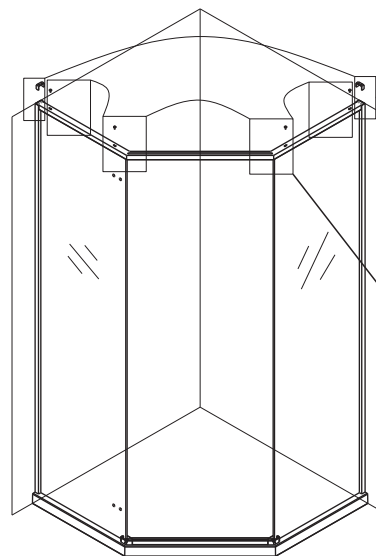

图4
5. 随后将三角固定件放入玻璃槽中, 然后将拉杆卡入玻璃及型材中, 注意拉杆与型材之间要用防脱钢片固定好并锁紧螺丝。再分别用螺丝将拉杆与两块固定玻璃固定。(如图4,4-1,4-2,4-3,4-4所示)。